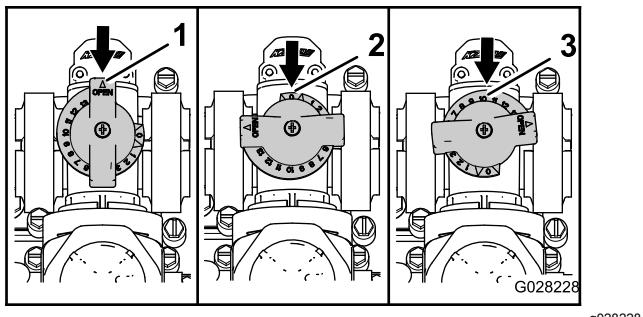

Figura 85
- La valvola di bypass dell'agitatore è in posizione completamente aperta come illustrato in A di Figura 85.
- La valvola di bypass dell'agitatore è in posizione chiusa (0) come illustrato in B di Figura 85.
- La valvola di bypass dell'agitatore è in una posizione intermedia (regolata in relazione al misuratore di pressione per l'impianto dell'irroratrice) come illustrato in C di Figura 85.